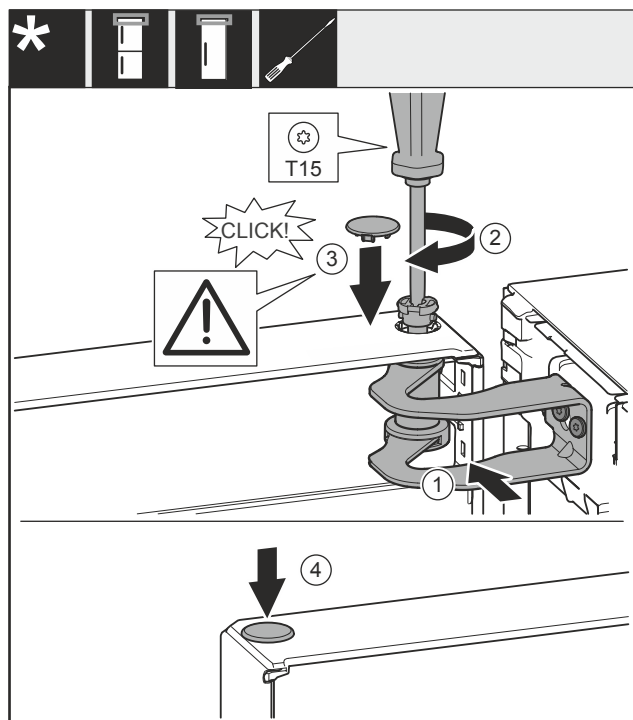

Fig. 59
- Aliniați ușa cu deschizătura din suportul de lagăr Fig. 59 (1).
- Introduceți bolțul Fig. 59 (2) și înșurubați-l ferm cu șurubelnița.
- ▶ Montaţi capacul Fig. 59 (3).
- ▶ Controlaţi să fie capacul Fig. 59 (3) aşezat pe uşă.
- ▶ Montaţi capacul Fig. 59 (4).